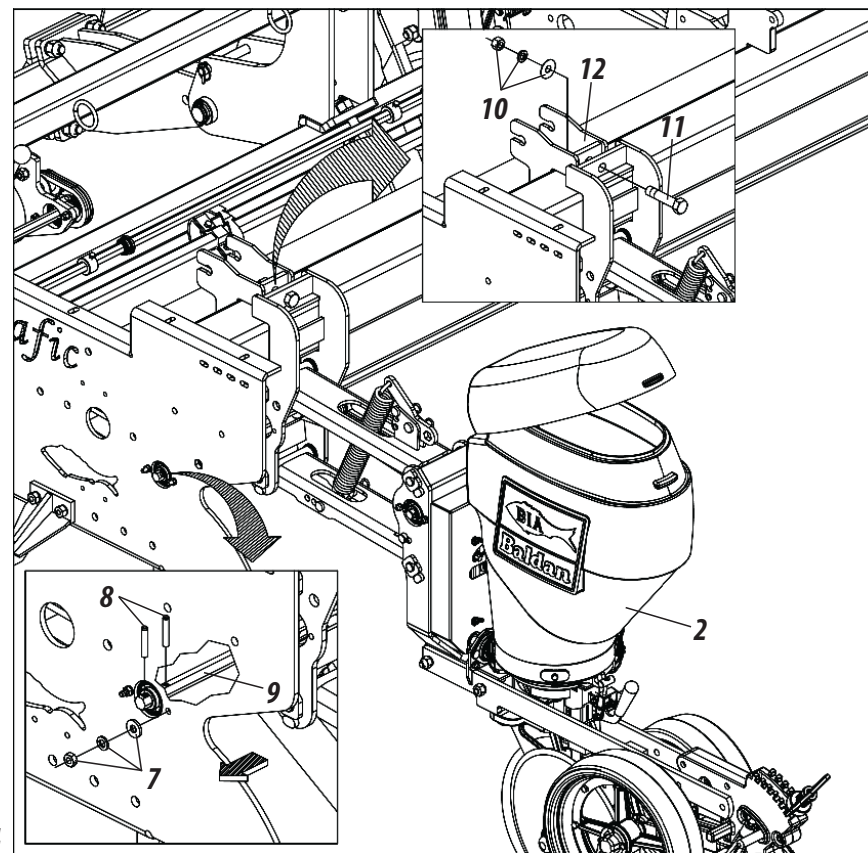

Figura 14
06 - Finalice, recolocando el eje (9), los pernos elásticos (8) y reapriete las arandelas y tuercas (7), según muestra la figura 14.